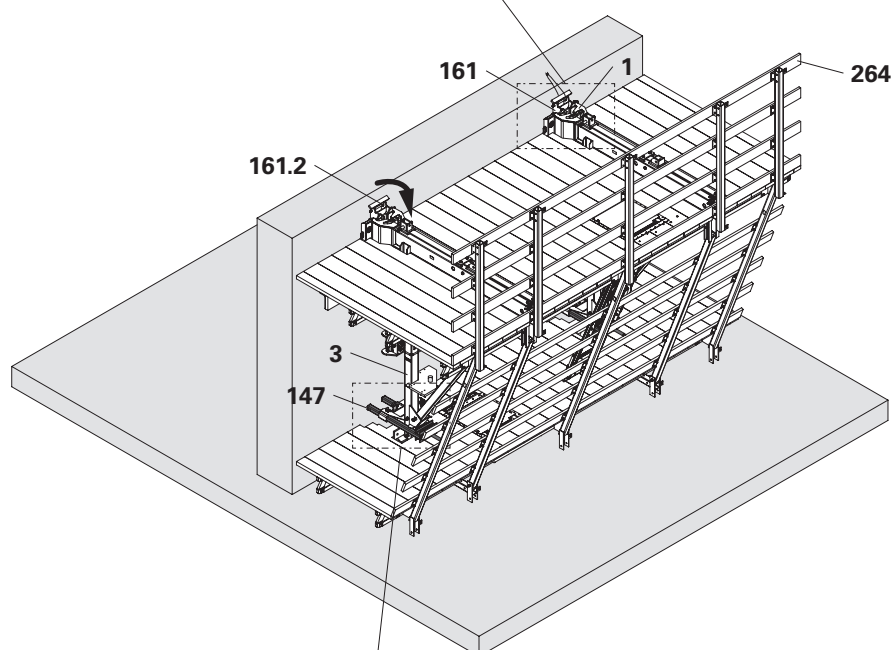

Fig. C3.06
1. Sollevare l'unità di ripresa e posizionarla sopra i dispositivi di sospensione II ACS (161).
2. Abbassare lentamente l'unità di ripresa e infilare le teste delle traverse ACS (1) nei dispositivi di ripresa II ACS (161).
3. Abbassare l'unità di ripresa fino a quando le teste delle traverse (1) poggiano completamente sul corrente ACS (145).
4. Verificare che l'unità di ripresa sia allineata verticalmente. Il modo migliore per eseguirlo è utilizzare il puntone verticale ACS (3).
5. Se necessario, regolare l'unità di ripresa verticalmente con la guida ACS (147).
6. Fissare la catena del corrente ACS (145) all'angolo per la mensola ACS-2 (2).
8. Avvitare la tavola parapetto superiore (264) della gabbia per scala nella sua posizione originale.
- (Fig. C3.06 + C3.06a + C3.06b)